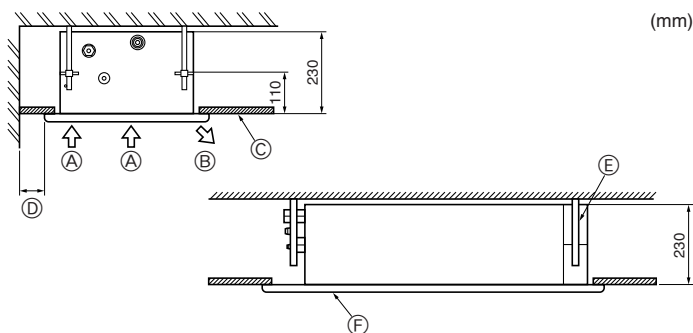
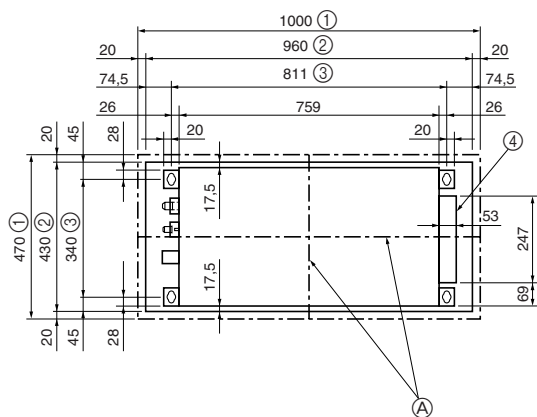
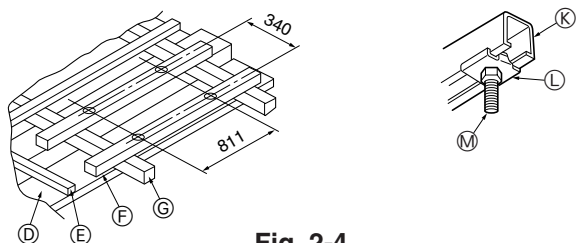

Fig. 2-2
Fig. 2-3
Fig. 2-4
2.2. Spazio di servizio (Fig. 2-2)
- (A) Ingresso dell'aria
- (B) Uscita dell'aria
- (C) Pannello del soffitto
- (D) Min. 200 mm
- (E) Bulloni di sospensione (W3/8 o M10)
- (F) Griglia
2.3. Posizione delle aperture a soffitto e dei bulloni di sospensione (Fig. 2-3)
- (A) I centri dell'apertura a soffitto e della sezione interna devono essere allineati fra loro.
- (1) Lato esterno della griglia
- (2) Apertura della griglia
- (3) Passo del bullone
- (4) Scatola elettrica
① Per strutture di legno (Fig. 2-4)